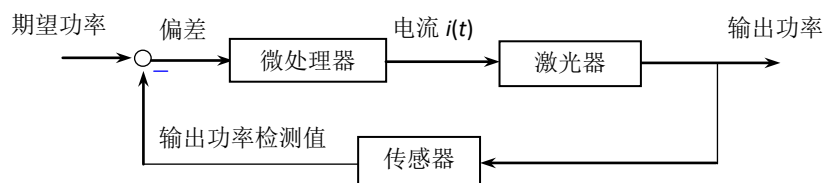

图 1-12 信号光源的部分框图
- 1-1 精确的光信号源可以将功率输出精度控制在 1%以内。激光器由输入电流控制并产生输出功率，作用在激光器上的输入电流由一个微处理器控制，微处理器将期望的功率值与传感器测得的激光器的输出功率值作比较。这个闭环控制系统的框图如图 1-12 所示。试指明该系统的输出变量、输入变量、被测变量和控制变量。